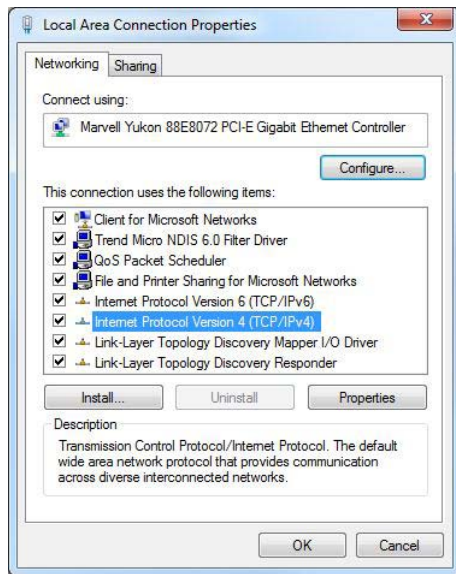

Abbildung 47: LAN Einstellungen
- Deaktivieren Sie das „Internet Protocol Version 6 (TCP/IPv6)“ wählen Sie „Internet Protocol Version 4 (TCP/IPv4)“ aus. Klicken Sie auf „Eigenschaften“ (siehe Abbildung 47)